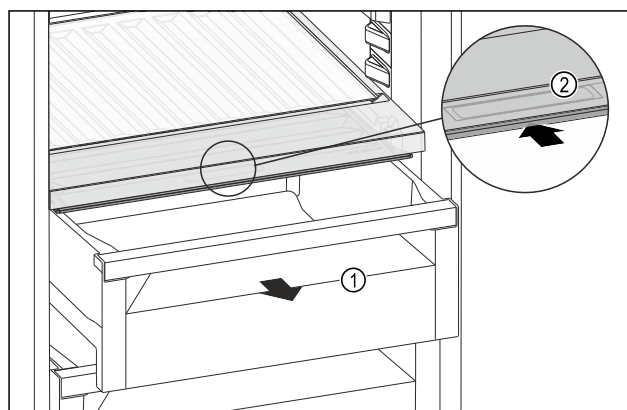

Fig. 119
- Vytiahnite zásuvku Fig. 119 (1).
- Uchopte priehľbinu na rukoväť Fig. 119 (2) na veko zásuvky a súčasne tlačte veko zásuvky dozadu.